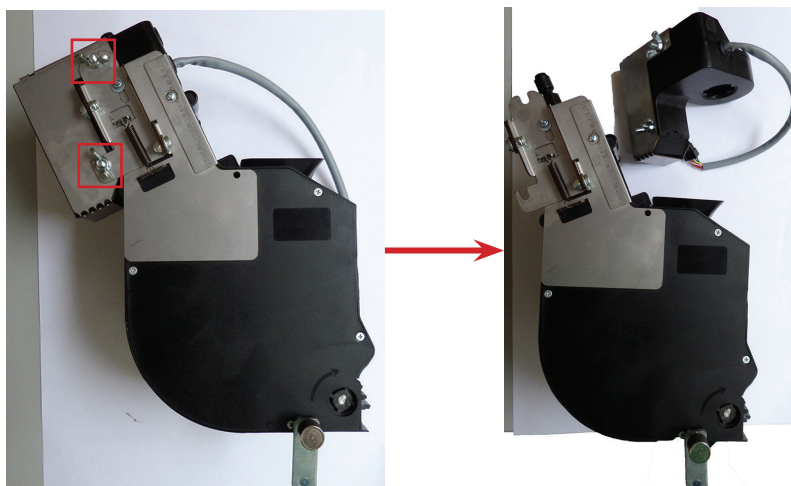

Рисунок 10.9 - Очистка варио-группы
- Извлеките группу эспрессо из автомата (см.руководство и рис.10.9)
- Ослабьте два барашка крепления и отсоедините от варио-группы мотор редуктор (см.рис.10.9)